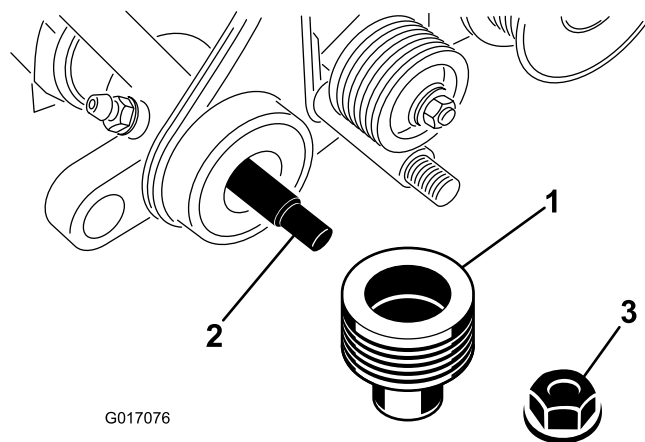

図 31
6. 受動プーリをグルーマシャフトの端部に固定しているフランジロックナットを外す 図 31。プーリを取り外す。